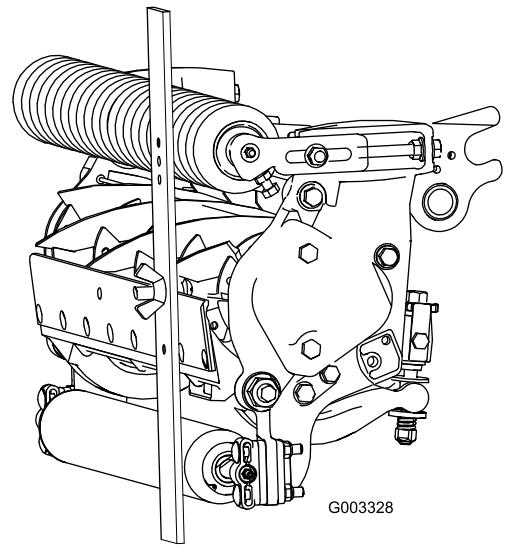

图17
3. 将螺丝头钩在底刀的刀刃上，并将调刀尺的后端放到后滚筒上（图17）。
4. 旋转调节螺丝，直到前滚筒接触到调刀尺（图17）。调节滚筒的两端，直到整个滚筒与底刀平行。